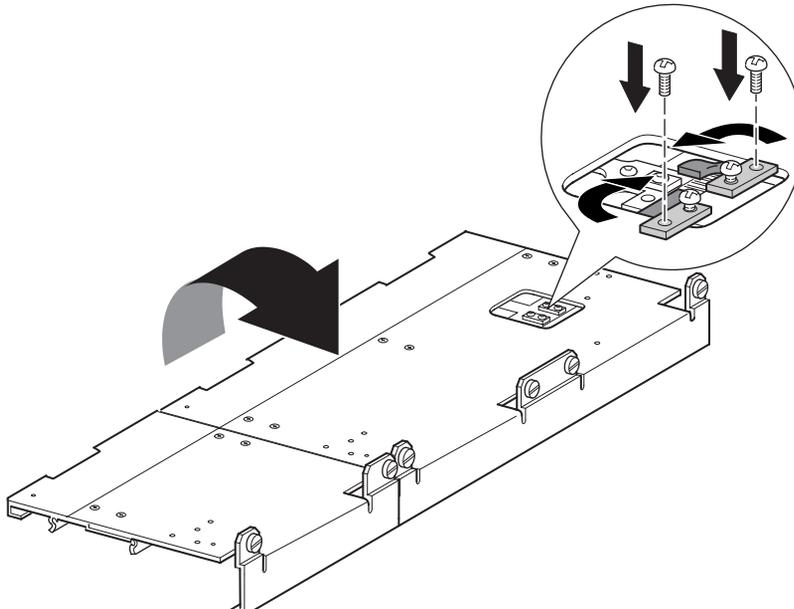

Figure 2–22 : Courroie synchrone sur le système de blocage de la courroie
7. Placez les extrémités de la courroie synchrone sur le système de blocage de la courroie (voir la Figure 2–22).